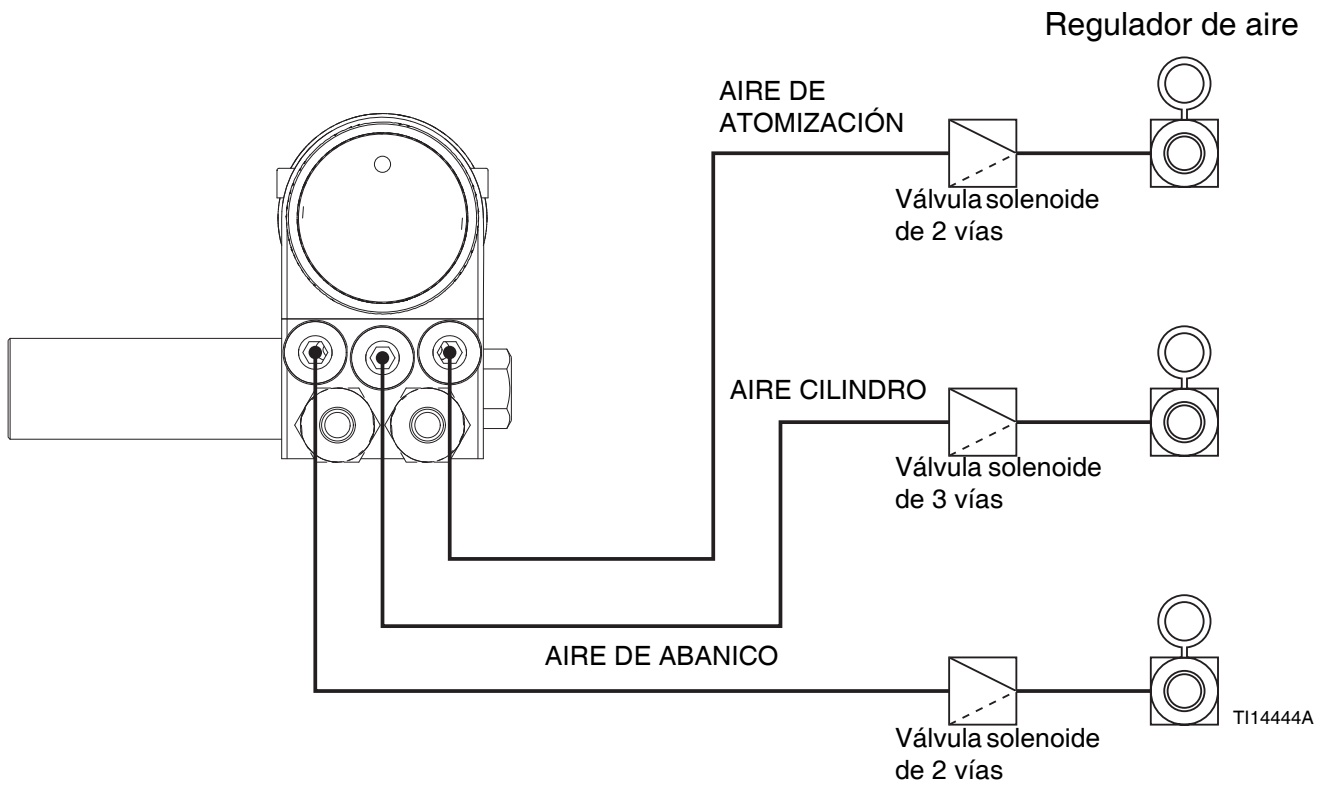
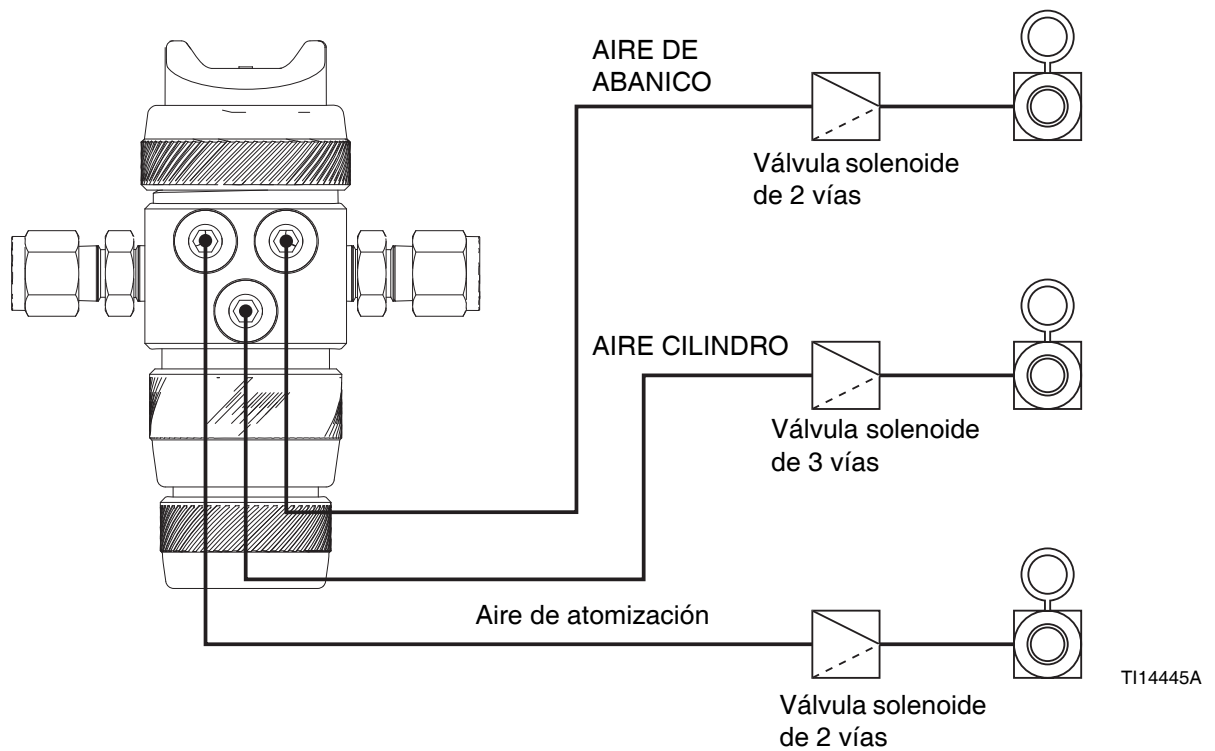

FIG. 6: Regulación remota de aire utilizando solenoide (pistolas con colector)
FIG. 7: Regulación remota de aire utilizando solenoide (Pistolas sin colector)
- Debe instalar un regulador de presión de aire (F) en la tuberías de aire CYL, FAN y ATOM de la pistola para controlar la presión de aire que llega a la misma. Ver FIG. 6 y FIG. 7.
- Instale una válvula neumática de cierre de tipo purga (E) en cada una de las tuberías de suministro de aire de la pistola, corriente abajo del regulador de aire de la pistola, para cerrar la alimentación de aire a la pistola.
1. El cilindro de la pistola, el ventilador y el atomizador de aire deben regularse y recibir suministro por separado. Para regular el aire de manera remota, utilice solenoides (FIG. 6 y FIG. 7).